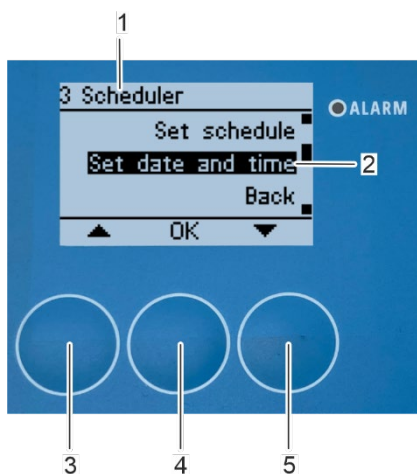

Figura 156: Abrir el submenú «Configurar fecha y hora»
8. En el submenú «3 Programador» (Figura 156/1), utilice los botones de flecha [arriba] (Figura 156/3) y [abajo] (Figura 156/5) para seleccionar el submenú «Configurar fecha y hora» (Figura 156/2).
9. Confirme la selección pulsando [Aceptar] (Figura 156/4).